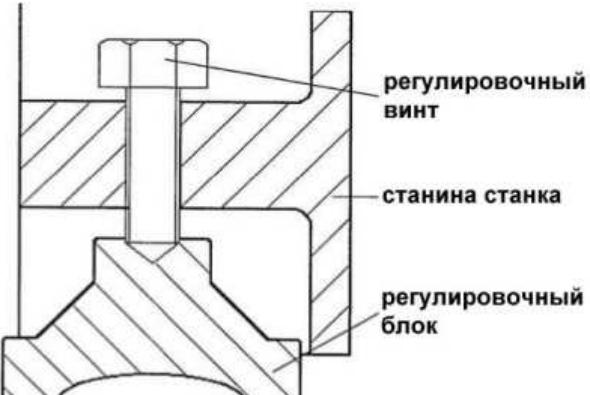

Рис. 1
- Вкрутите регулировочные болты в основание станка. Установите ступенчатые блоки под регулировочными болтами (см. Рис. 1).